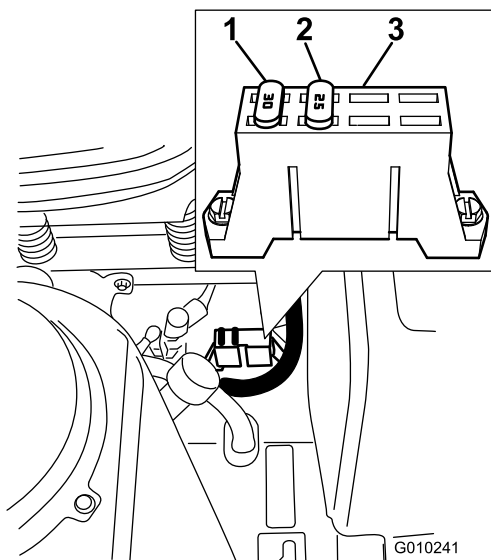

Figura 48
1. I fusibili sono posizionati sulla consolle destra vicino al sedile (Figura 48).
3. Montate un fusibile nuovo (Figura 48).